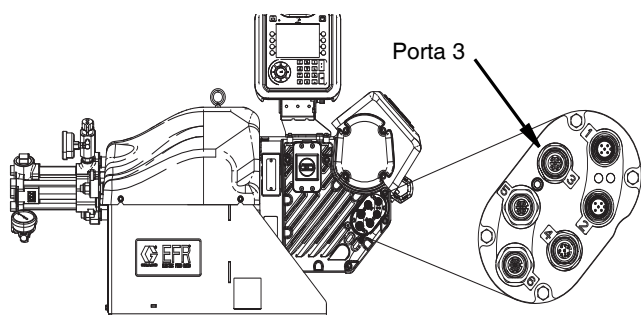

FIG. 7
4. Scollegare il connettore dalla porta 3 del driver EFR. Vedere FIG. 7 pagina 15.